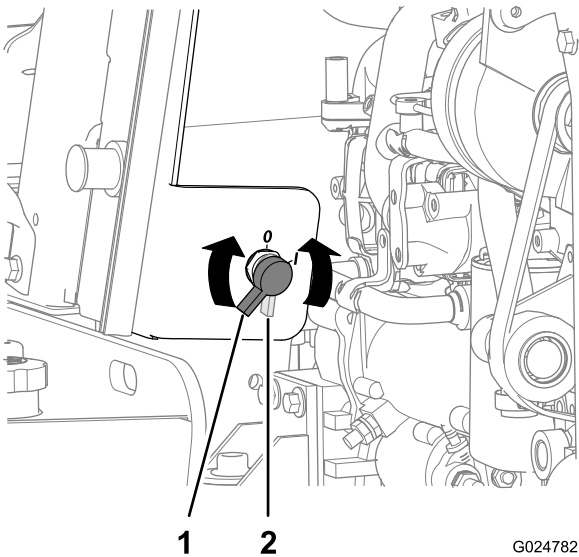

Figure 85
2. Branchez le câble positif du chargeur de batterie à la borne positive de la batterie (Figure 85).
2. Tournez le coupe-batterie dans le sens antihoraire en position désactivée (Figure 85).
8. Tournez le coupe-batterie dans le sens horaire à la position activée (Figure 85).